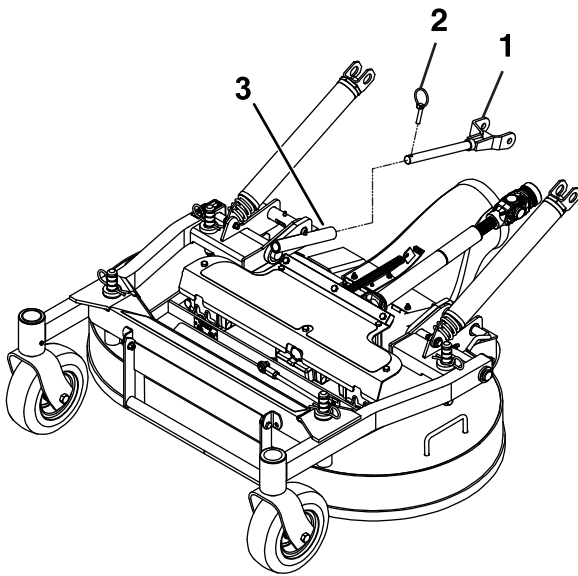

Bild 78
7. Entfernen Sie die Klapstecker vorne an den Schubarmen an beiden Seiten der Maschine (Bild 78).
7. Befestigen Sie die Schubarme mit den Klappsteckern an der linken und rechten Seite der Maschine (Bild 78).